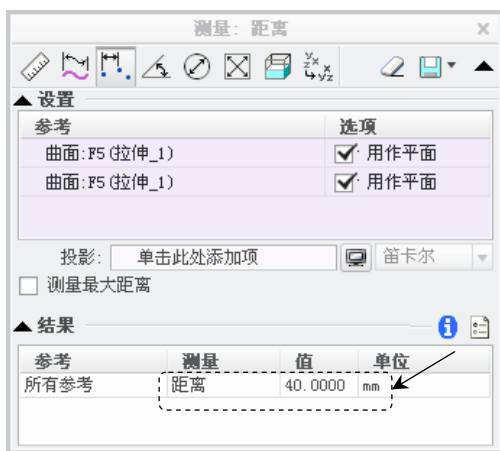

图 8.1.1 “测量：距离”对话框
(1) 在图 8.1.1 所示的“测量：距离”对话框中，单击“距离”按钮 ，然后单击“展开对话框”按钮 。
(3) 在图 8.1.1 所示的“测量：距离”对话框的结果区域中，可以查看测量后的结果。